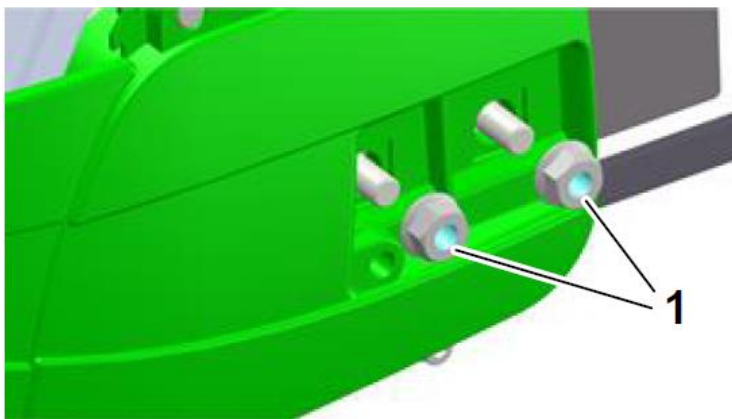
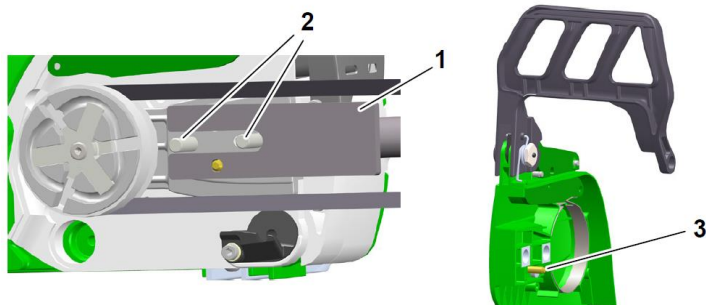

Bild 3: Ta bort kilremslocket.
Bild 4: Montera hållaren och häng upp kilremmen
- > Sätt på kilremslocket så att stiftet i locket (3) griper tag i hållaren (1) (se bild 4).
- > Sätt hållaren (1 – bild 3) med spåret mellan gängstiften (2 – bild 3).
- > Borrålet (3 – bild 3) i hållaren skall sättas in i kedjespännarens medbringare. Denna beror på motorsågstypen, den är motorsidigt eller i locket (4 – bild 3).
- > Häng upp kilremmen mellan kopplingstrumman (5 – bild 3) och kilremsskivan (1 – bild 4).